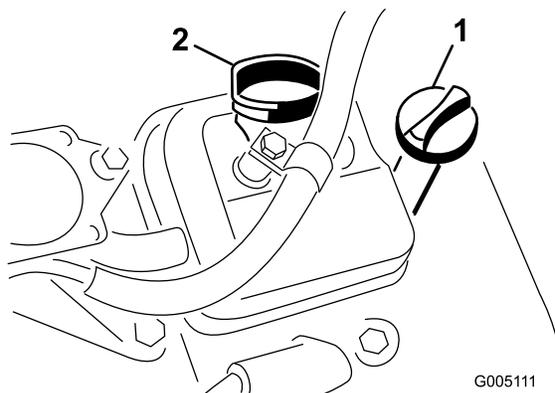

Figure 21
3. Revissez la jauge dans le tube en l'enfonçant au maximum (Figure 21).